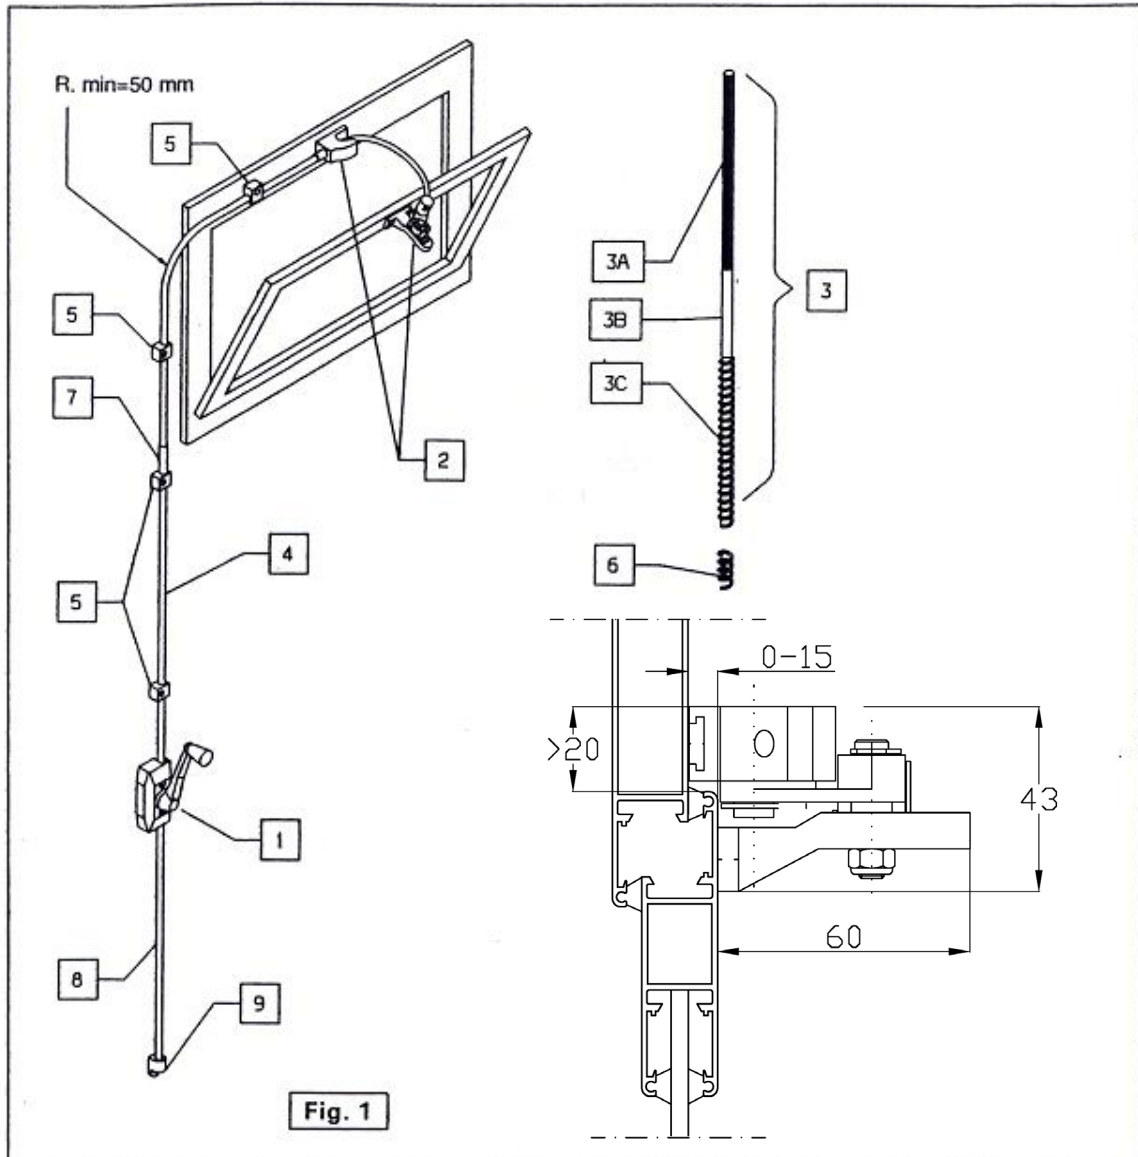

Fig. 1
- Tracciare il percorso della guaina per definire la posizione del gruppo di comando (fig. 1).
- Rimuovere il rivestimento esterno in PVC della guaina, per una lunghezza di 12 mm nell'estremità che va inserita nell'adattatore 2C (fig. 3) e di 15 mm nelle estremità che vanno inserite nel giunto 7 (fig. 1) e nell'adattatore 10 (fig. 9).
- Inserire la guaina nell'adattatore 2C (fig. 3) e nel giunto 7 (fig. 1). Fissare la guaina 4 alla parete, mediante le selle 5 (fig. 1), utilizzando le viti ed i tasselli in dotazione (fig. 7).
- Completare la posa della guaina utilizzando le selle di fissaggio 5, i giunti 7 e l'adattatore 10. L'adattatore 10 deve essere inserito nell'estremità della guaina per collegarla al gruppo di comando (fig. 9). Tagliare la guaina in eccedenza (fig. 1 e fig. 9).
Il numero di selle di fissaggio 5 e dei giunti 7 varia in funzione del kit. Riferirsi alla tabella (fig. 1).
- Avvitare la molla di fine corsa 6 all'estremità del cavo elicoidale 3C (fig. 9 e fig. 1).
- Inserire il tubo di fine corsa 8 nel comando 1 e fissarlo con il tappo 9 (fig. 1).
- Tracer le parcours de la gaine pour définir la position du groupe de commande (fig. 1).
- Enlever le revêtement extérieur en PVC de la gaine pour 12 mm du coté qui sera inséré dans l'adaptateur 2C (fig. 3) et pour 15 mm aux cotés qui seront insérés dans le raccord de gaine 7 (fig. 1) et dans l'adaptateur 10 (fig. 9).
- Insérer la gaine dans l'adaptateur 2C (fig. 3) et dans le raccord de gaine 7 (fig. 1). Fixer la gaine 4 à la paroi par les cavaliers 5 (fig. 1) en utilisant les vis tamponnées fournies (fig. 7).
- Compléter la pose de la gaine en utilisant les cavaliers 5, les raccords de gaine 7 et l'adaptateur 10. L'adaptateur 10 doit être inséré dans l'extrémité de la gaine afin de la relier au groupe de commande (fig. 9). Couper la gaine en excédent (fig. 1 et fig. 9).
Le nombre des cavaliers 5 et des raccords de gaine 7 varie en fonction du kit. Il faut se référer au tableau (fig. 1).